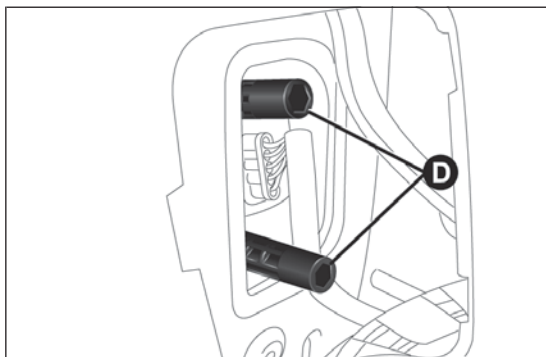

fig. 183
- ❑ mediante la chiave a brugola A svitare i dispositivi di fissaggio D fig. 183 del gruppo ottico posteriore;